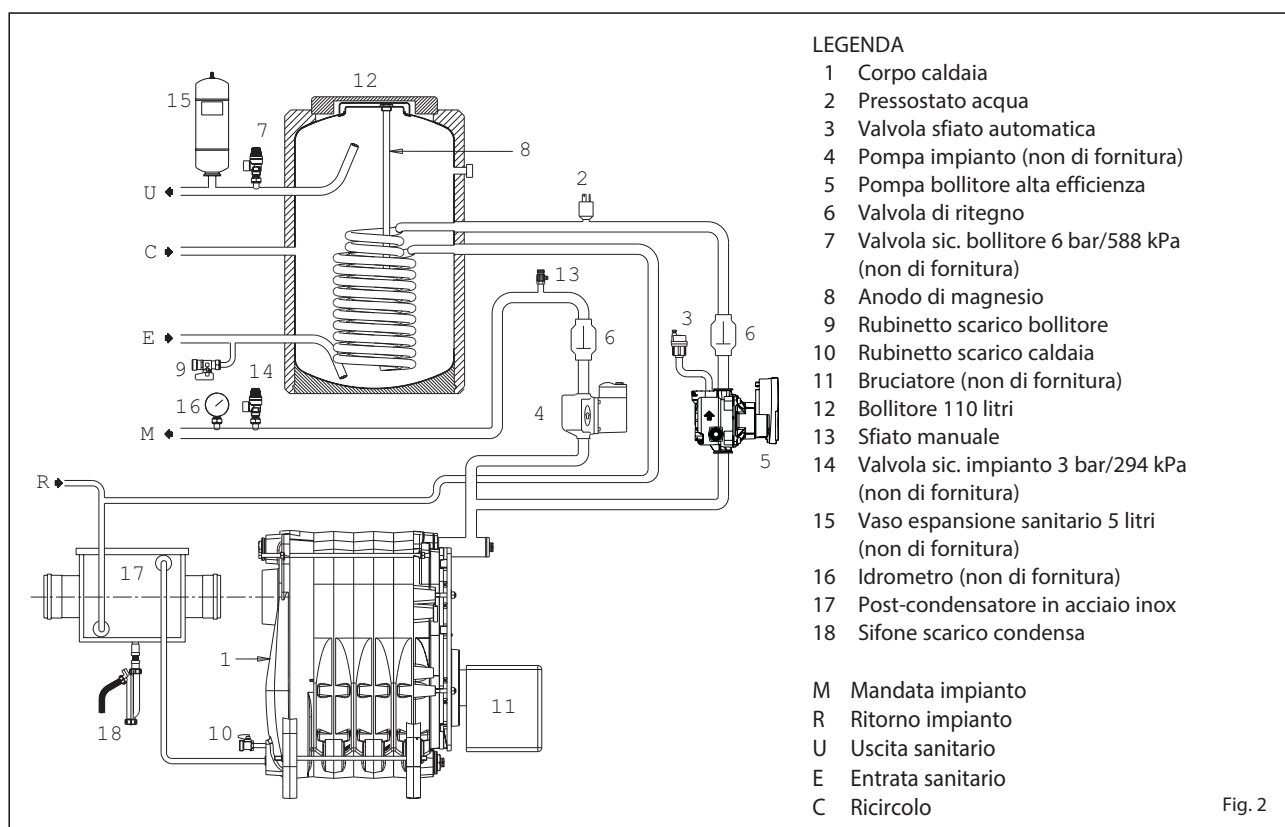

Fig. 2
1.4 SCHEMA FUNZIONALE (fig. 2)
2.3.1 Accessori da installare (fig. 2)
Per facilitare questa operazione posizionare orizzontalmente l'intaglio della vite di sblocco della valvola di ritegno (6 fig. 2). Spurgata tutta l'aria, riportare la vite nella posizione iniziale.